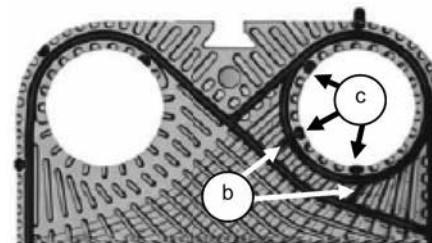

Fig.9
- Sull'altra metà, mediante cesoia eliminare tutti i Plug-In® e, se presenti, tutti i ponti di collegamento tra diagonale e anello di tenuta (Fig.9 b). Quindi, seguendo la procedura indicata al punto 5.7.3, incollare la guarnizione con esclusione degli anelli di tenuta.
- Modelli dotati di Plug-In® all'interno degli anelli di tenuta: mediante cesoia tagliare tutti i Plug-In® all'interno degli anelli di tenuta (Fig. 9 c) corrispondenti ai soli fori chiusi. Quindi, seguendo la procedura indicata al punto 5.7.3, incollare i soli ponti di collegamento tra diagonale e anello.